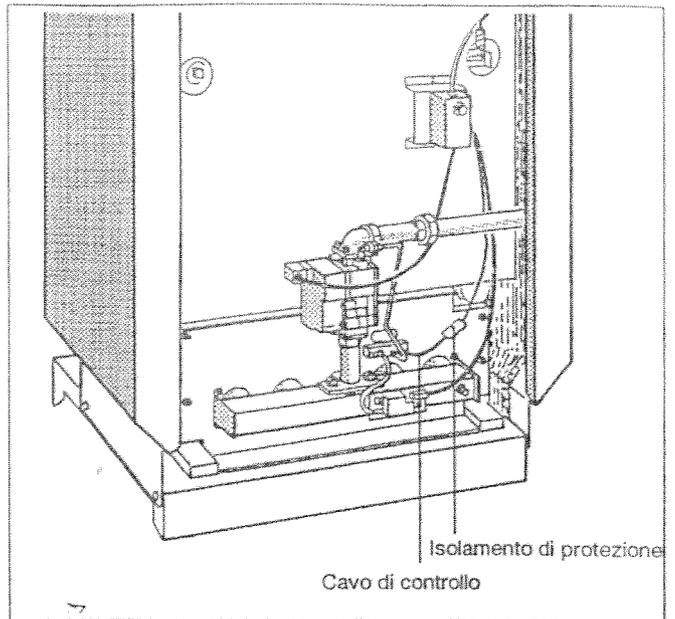

Fig. 23: Cavo di controllo
- Rimuovere l'isolamento di protezione dal cavo di controllo (Fig. 23) e staccare il collegamento ad innesto.